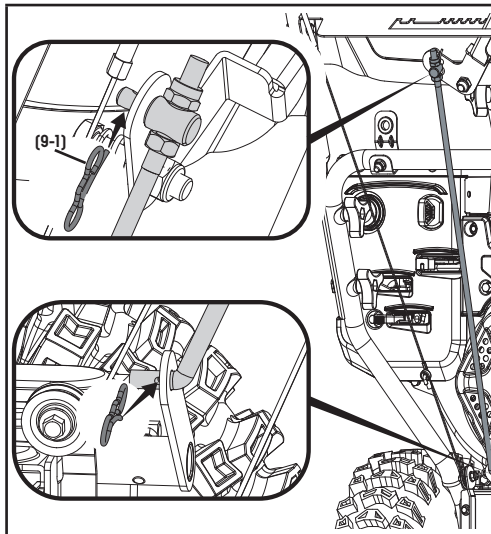

Figure 9
2. Raccordez la poignée de commande et la poignée de réglage de vitesse avec la fixation (Figure 9).